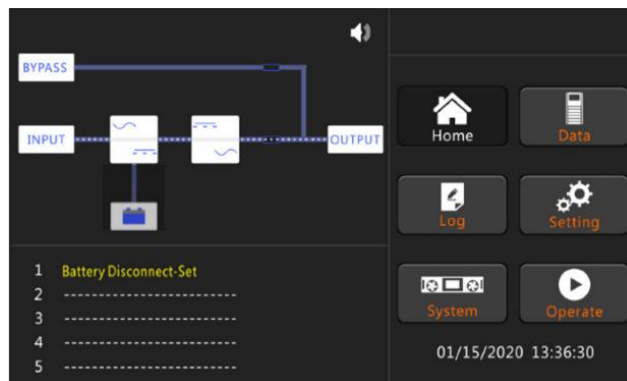

Fig.4-4 LCD du mode ASI
7. Après environ 30 S, lorsque l'ASI fonctionne normalement, l'ASI passe de la dérivation à l'ASI, la barre d'indication de dérivation est éteinte, la barre d'indication de charge clignote, comme le montre la figure 4-4.